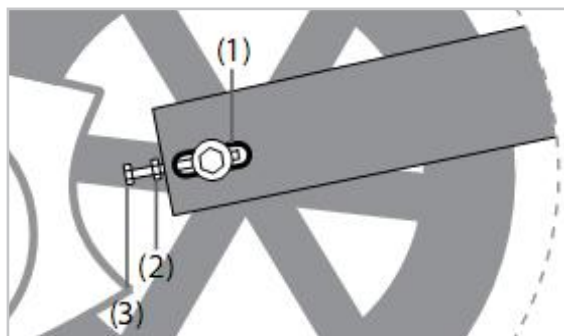

FIGUUR 8
**LET OP:** Wanneer het stuur en het zadel op en neer worden bewogen, mag de hoogste stand NIET voorbij de horizontale "STOP" lijn. Zie hiervoor figuur 8.